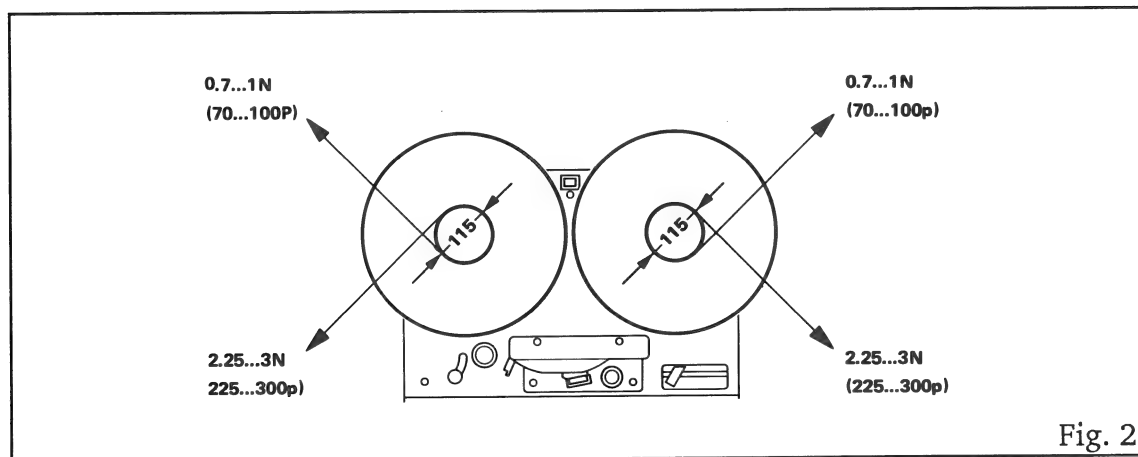

Fig. 2
- Einige Windungen einer feinen Schnur auf die Spule aufwickeln. Zur Messung der Bremsmomente wird am Ende der Schnur eine Federwaage befestigt. Mit der Federwaage langsam in die entsprechende Richtung ziehen. Werden die Werte auf der Zeichnung (Fig.2) nicht erreicht, so ist das Bremssystem zu kontrollieren. Bremsbeläge und Bremsbänder müssen absolut sauber und fettfrei sein.